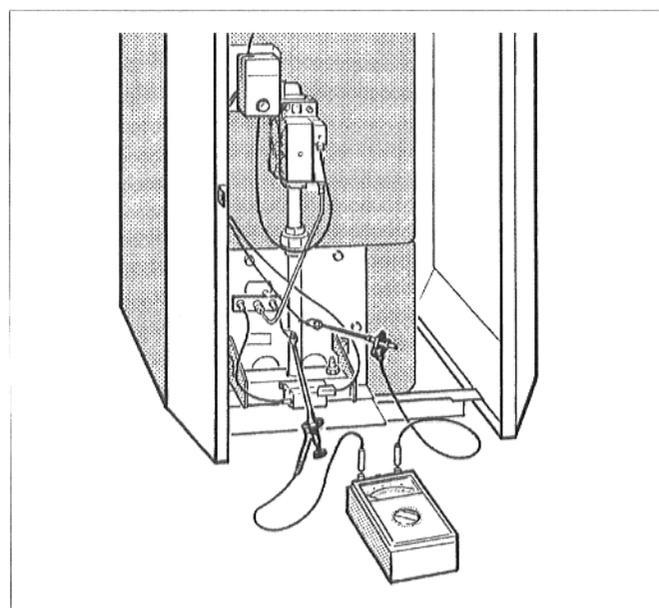

Рис. 35: замер ионизационного тока
- Подключить последовательно измерительный прибор к контрольному кабелю и контрольному электроду (рис. 35). Выбрать у измерительного прибора μA -ный диапазон постоянного тока.
Для лучшей обзорности элементов управления регулятора, верхнюю часть возможно устанавливать в двух различных позициях (рис. 35).